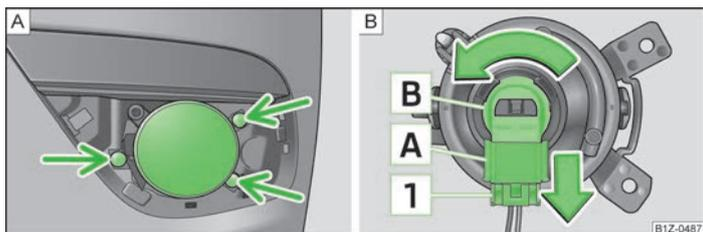

Fig. 166 Paragolpes delantero: Faro antiniebla/Faro antiniebla: Cambiar la bombilla
- Sacar con el destornillador los tornillos » fig. 166 - .
- Presionar el seguro  » fig. 166 del conector  y sacar el conector del portalámparas .